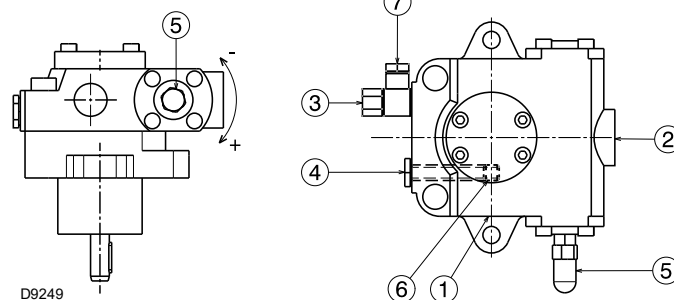

Рис. 22
Они устанавливаются на горелку с закрытым байпасом с помощью винта 6) (Рис. 22).
- Для автоматического запуска насоса (Рис. 22) необходимо отвернуть винт 4) насоса, чтобы выпустить воздух, содержащийся во всасывающем трубопроводе.
Обозначения (Рис. 22)
Вышеуказанная операция возможна, так как насос поступает с завода заполненным топливом. Если насос был опорожнен, перед запуском заполните его топливом через колпачок вакуумметра 4) (Рис. 22), в противном случае он будет заедать.